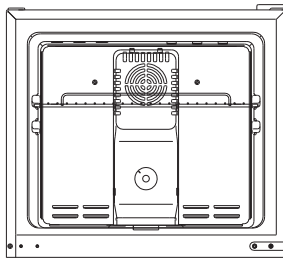

Fig.3
3. De la bolsa de accesorios, tome el tope de puerta izquierdo de la puerta del congelador y el tornillo, y colóquelo en la manija (vea la ilustración 3).